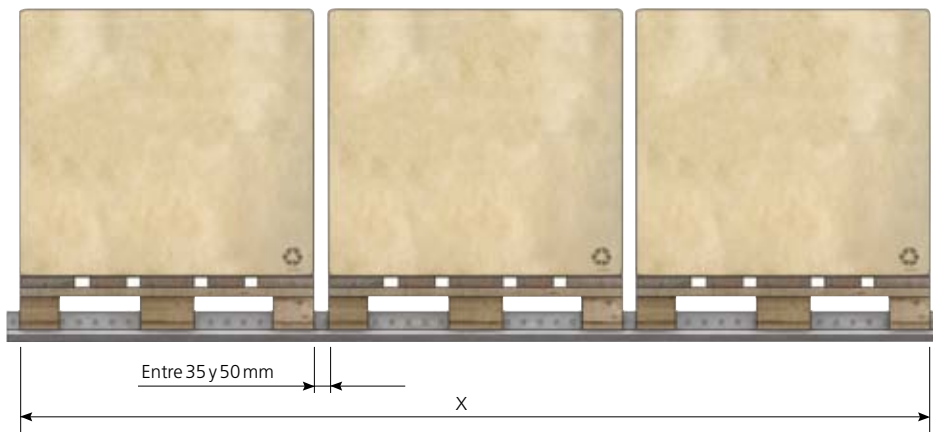

Figura 5
- X = Suma del fondo de todas las paletas (si sobresale la carga se ha contar esta medida) más una holgura por posicionado, que varía de 35 a 50 mm por paleta dependiendo del número de paletas (a mayor número se considera una holgura menor) (figura 5).
Para las holguras en fondo se ha de utilizar el mismo criterio que con carril GP-7 (figura 5).